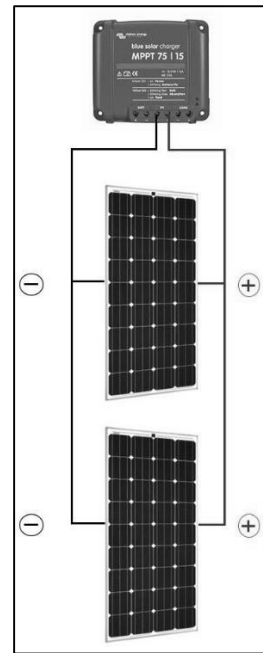

Figure 2
- en parallèle (figure 2) : la tension, plus faible, est identique aux bornes de tous les modules OPV mais les intensités des courants s'additionnent, ce qui nécessite des conducteurs électriques de section plus importante.